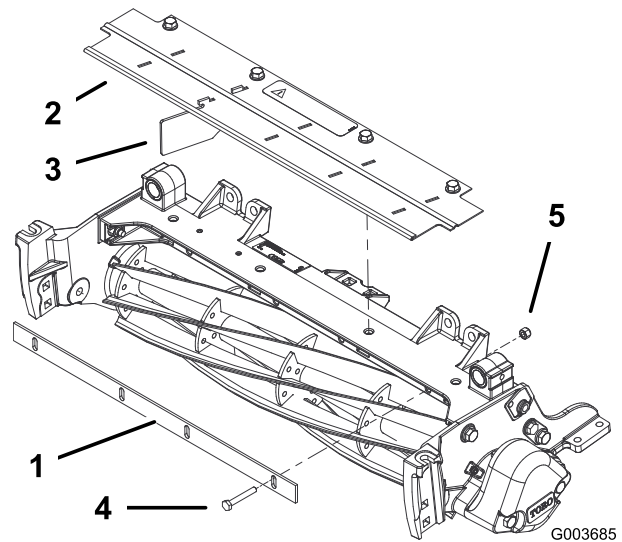

Рисунок 5
1. Свободно прикрепите отрезающую штангу к раме режущего блока при помощи 4 болтов (1/4 x 1-3/4 дюйма) и 4 контргайками (1/4 дюйма) (Рисунок 5).
3. Затяните болты и контргайки (Рисунок 5).
1. Отверните 4 болта с фланцевыми головками, которые крепят передний щиток к раме режущего блока (Рисунок 5). Снимите щиток.
2. Удалите 4 дефлектора с щитка, оставив только один, показанный на Рисунок 5.